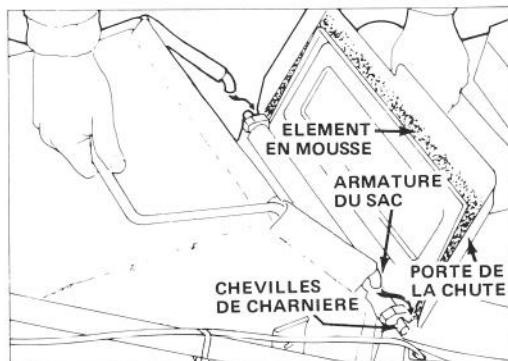

Figure 10
2. POSE DU SAC — Levez la porte de la chute et accrochez l'armature du sac sur les chevilles de charnière (Fig. 10). Laissez le sac reposer sur le carter de la tondeuse par-dessus l'ouverture de la chute. Fermez la porte et veillez à ce qu'elle s'adapte bien sur la haute de l'ouverture du sac.